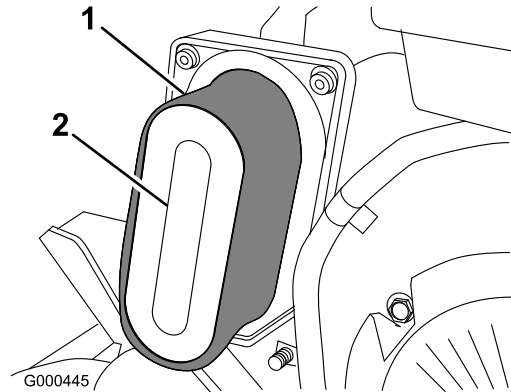

Bild 25
3. Entfernen Sie den Schaumeinsatz, wenn dieser verschmutzt ist, vorsichtig vom Papiereinsatz (Bild 25). Reinigen Sie ihn gründlich.